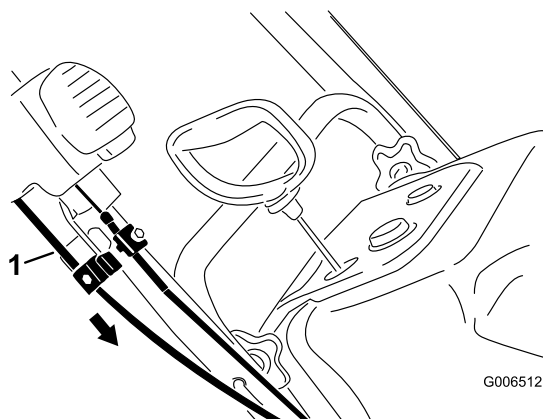

Рисунок 34
4. Удерживая разгружающий спуск направленным строго вперед, потяните вниз оболочку нижнего троса так, чтобы устранить провисание троса, и затем надежно затяните винт зажима нижнего троса (Рисунок 34).